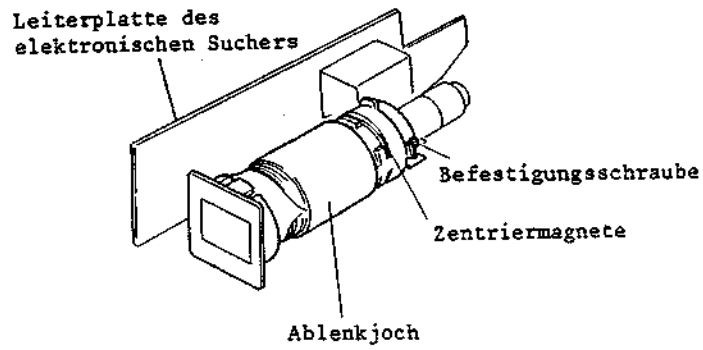

Abb. 4-20 Bildneigung und Zentrierung des elektronischen Suchers
- Bildneigung des elektronischen Suchers (Abb. 4-20)
(4) Zentrierung des elektronischen Suchers (Abb. 4-20)